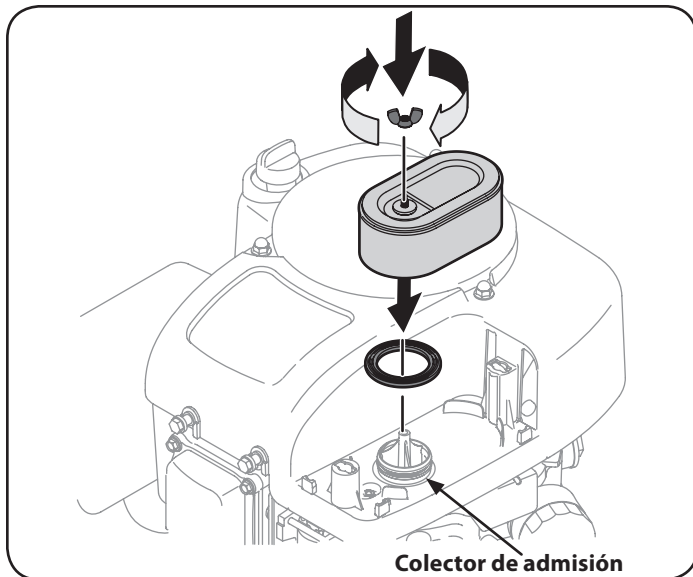

Figura 33
6. Sujete el filtro de aire nuevo con el elemento de espuma, para lo cual debe alinear el orificio del filtro de aire con el colector de admisión. Vea la Figura 33. Asegure con el tornillo de mariposa.